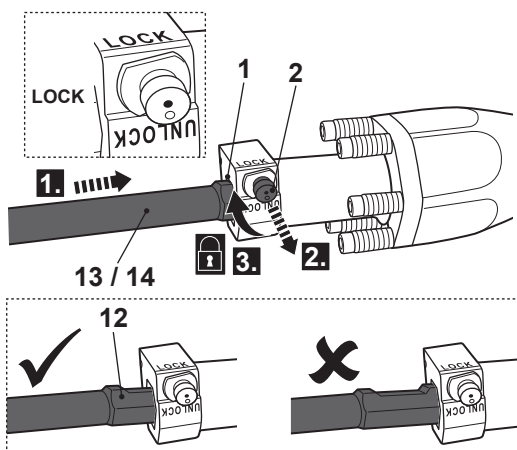

Fig. 2
- > Introduceți o dalță (13, 14) până la capăt, pentru a se opri în mandrină (1) cu canelura din arborele uneltei (12) în partea superioară (Fig. 2, pasul 1).
- > Trageți și rotiți șurubul de blocare (2) cu 180° pentru a elibera dalta (13, 14) (Fig. 2, pașii 2, 3).